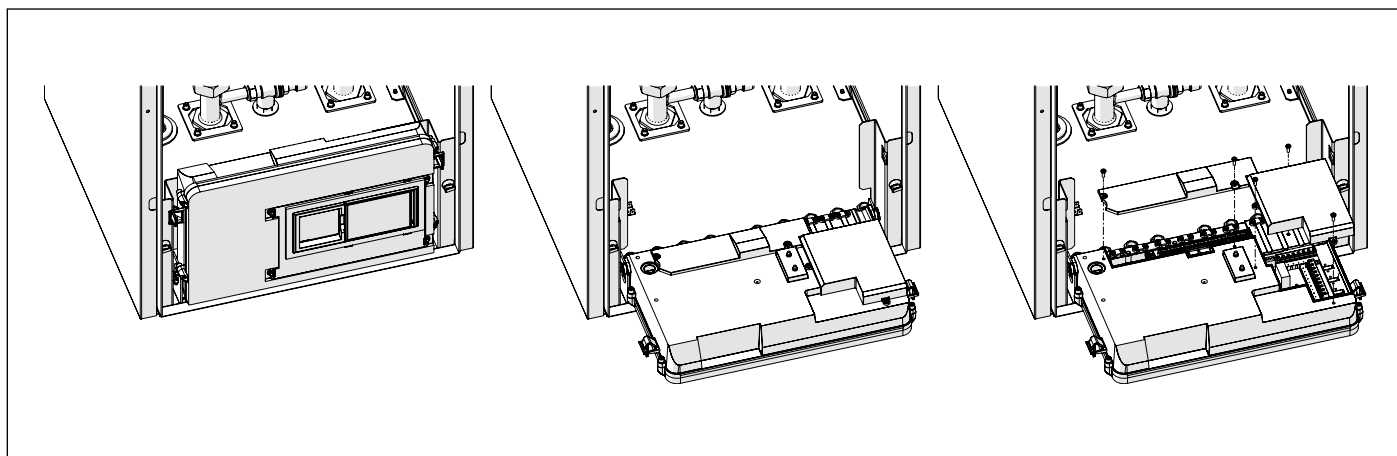

Fig. 27 Cutie electrică
- Rotiți cutia electrică înainte cu 90° (consultați Fig. 27 Cutie electrică).
- Scoateți capacele conexiunilor electrice externe (A și B), deșurubând șuruburile care le fixează de cutia electrică (consultați Fig. 27 Cutie electrică).